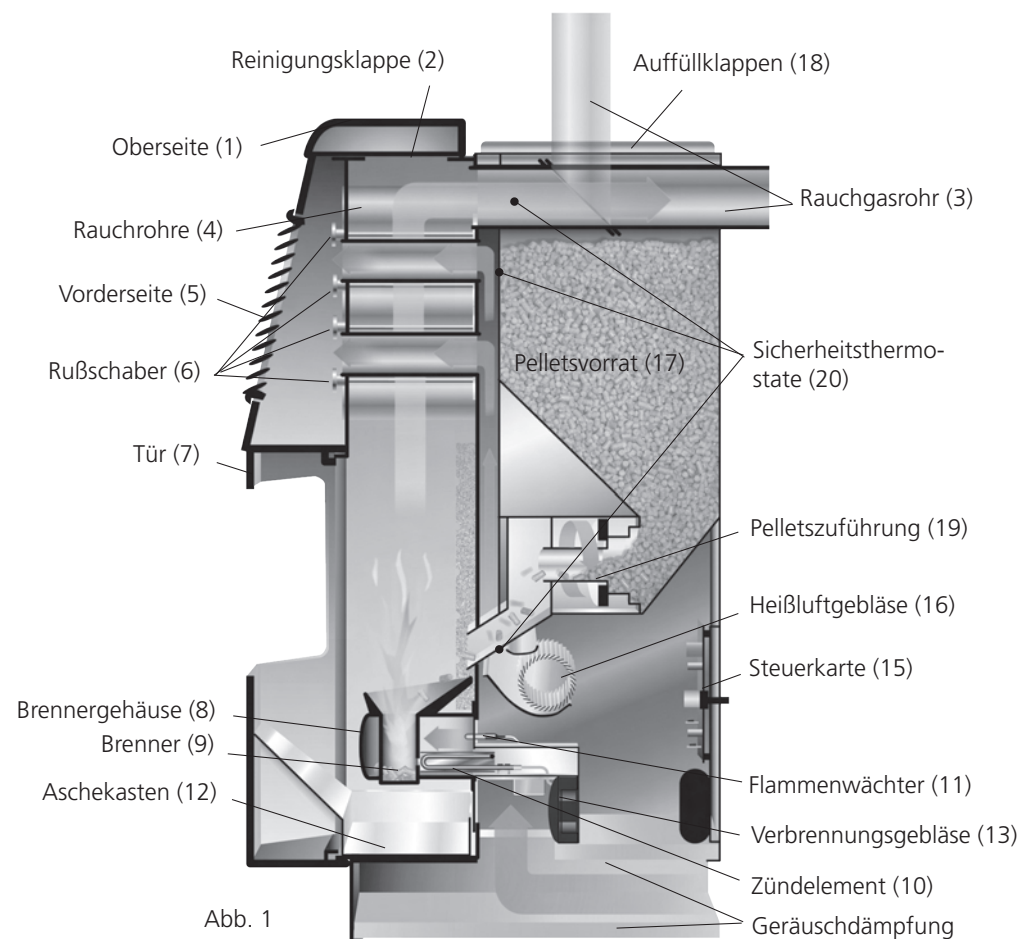

Abb. 1
3. Drei Thermostate sind gemäß Abschnitt 1.2 Komponenten (Abb. 1) positioniert. Wird die maximal zulässige Temperatur überschritten, stoppt die Zuführung, der Kamin wird abgeschaltet und das Display zeigt eine Betriebsunterbrechung an. Dieser Alarm ist mit einem Tastendruck zu bestätigen. Vergessen Sie nicht, die Ursache für die Betriebsunterbrechung zu beheben.
4. Ein Flammenwächter befindet sich im Brenner (Abb. 1). Wenn die Flamme erlischt oder die Pellets schneller zugeführt als verbrannt werden und keine Flamme über etwa 3,5 min angezeigt wird, schaltet sich der Kamin ab und das Ausrufezeichen leuchtet auf, während gleichzeitig eine Betriebsunterbrechung auf dem Display angezeigt wird.